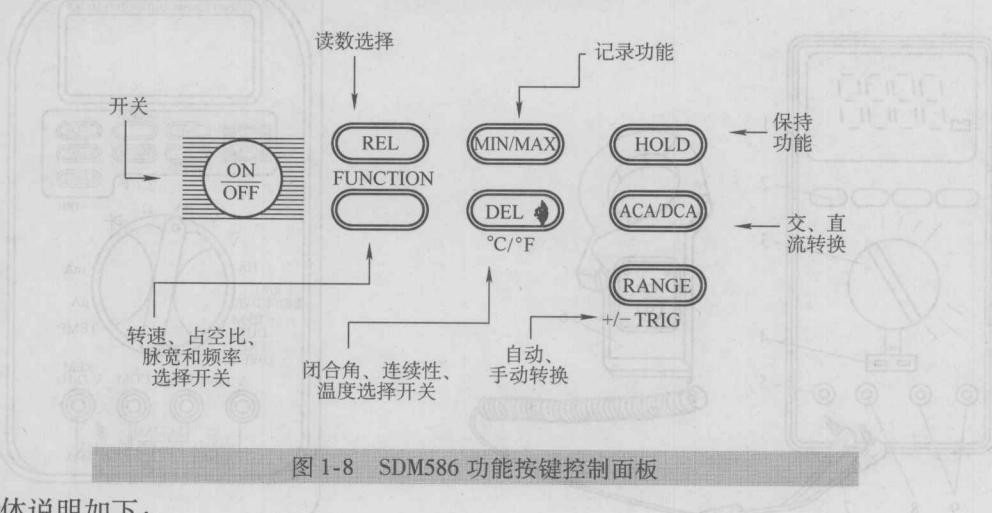

图 1-8 SDM586 功能按键控制面板
(2) 功能按键 当功能键被按下时, 相应的符号将出现在显示器上, 同时蜂鸣器响, 如果转选择开关, 功能自动缺省。功能按键控制面板如图 1-8 所示。